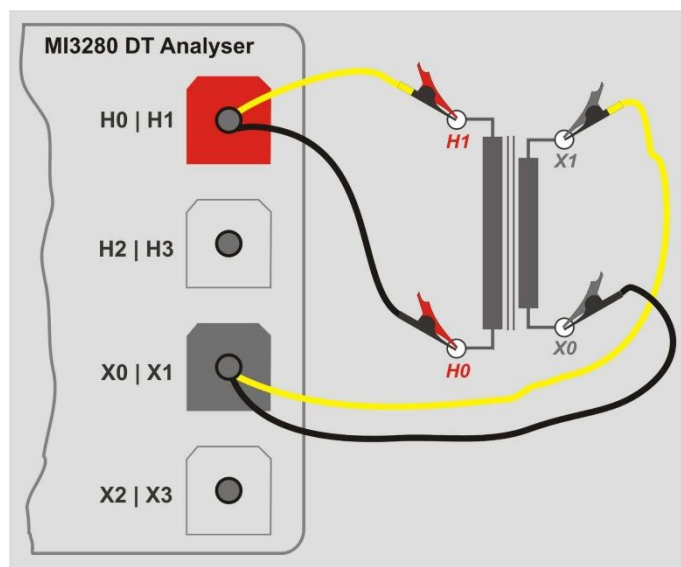

Figura 11.7: conexión de medición del ratio de espiras de un transformador monofásico de TT/TP
Para medir un transformador de tensión/potencia monofásico (TT/TP), necesita conectar un conector H1|H0 (borne rojo: cables negro y amarillo) y un conector X1|H0 (borne gris: de cables negro y amarillo) al enchufe MI 3280 apropiado como se muestra en la *Figura 11.7*.
- ❑ Conecte el transformador TT/TP como se muestra en la *Figura 11.7*.